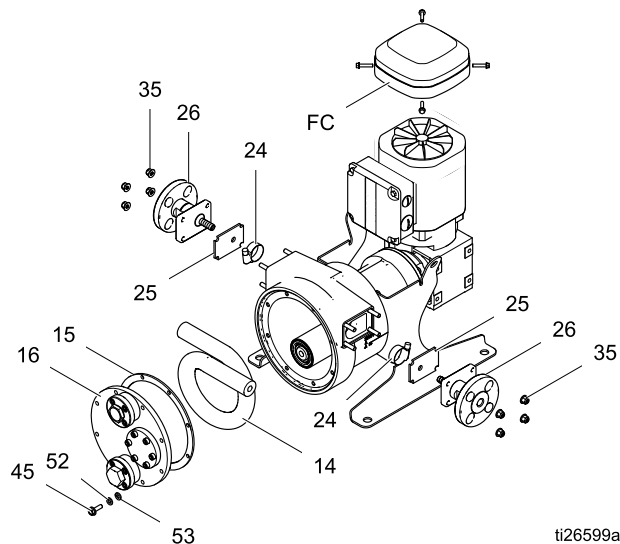

Figure 2 Снятие или установка шланга
2. Смотрите Рис. 2 на стр. 10. Используйте гаечный ключ для откручивания болтов (45) и снятия шайб (52, 53, если имеются), которые удерживают переднюю крышку (16), и наконец выкрутите верхний винт и снимите шайбу (если имеется). Снимите крышку с насоса. Если крышка прилипла, то осторожно разрушите прокладочное уплотнение путем вставки плоского лезвия отвертки между крышкой и корпусом.